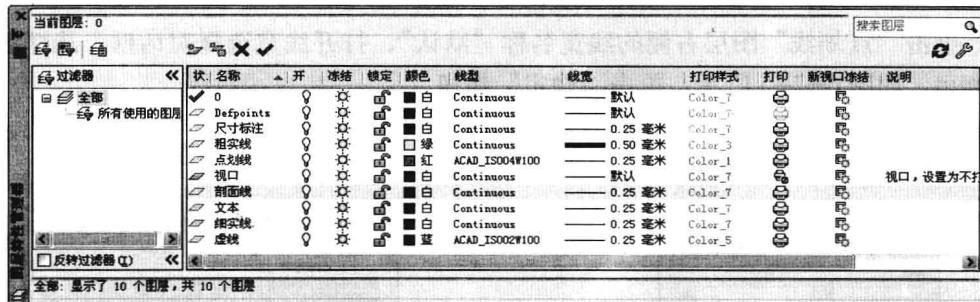

图 6-2-8
(10) 用同样的方法创建其他的常用图层，如图 6-2-8 所示。